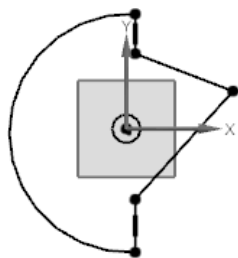

图 5.12.2 绘制大概轮廓
**Step 3** 大致绘制图 5.12.2 所示的轮廓。